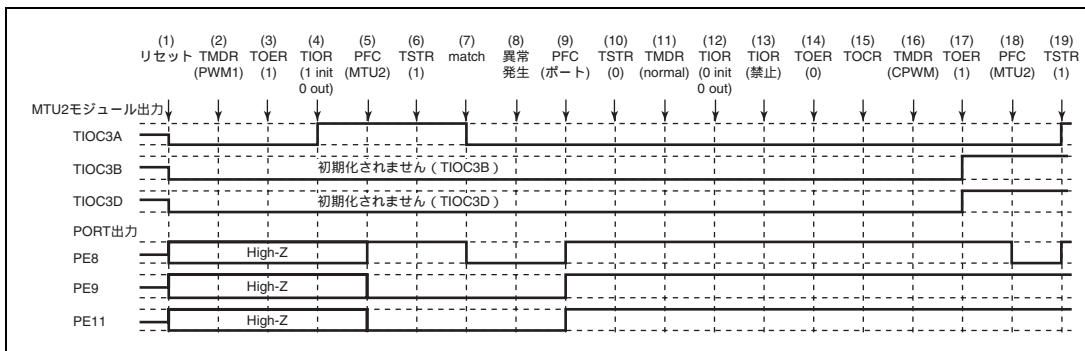

図 9.134 PWM モード 1 で異常が発生し、相補 PWM モードで復帰する場合
PWM モード 1 で異常が発生し、再設定後相補 PWM モードで再スタートする場合の説明図を図 9.134 に示します。
(1) ~ (14) は図 9.134 と共通です。
(15) TOCR でリセット同期 PWM の出力レベルと周期出力の許可禁止を選択してください。
(16) リセット同期 PWM を設定します。
(17) TOER でチャンネル 3、4 の出力を許可してください。
(18) PFC で MTU2 出力としてください。
(19) TSTR で再スタートします。